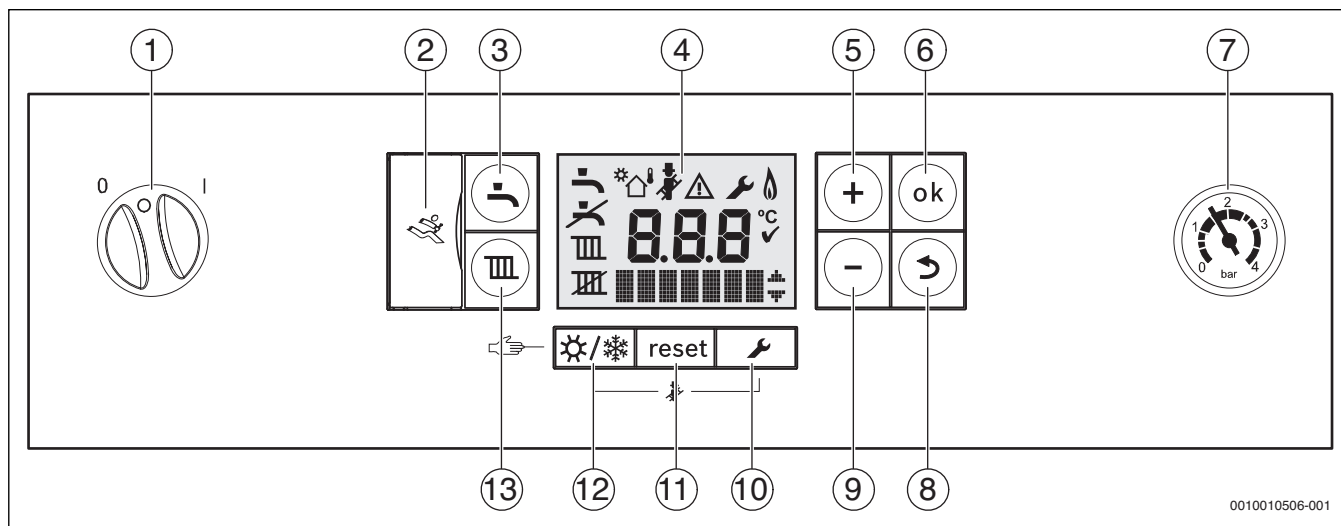

Bild 1 Bedienfeld bei geöffneter Bedienfeldblende
- Gerät am Schalter Ein/Aus (→ Bild 1) einschalten.
- Gerät am Schalter Ein/Aus (→ Bild 1) ausschalten.
Tab. 1 Symbole im Display (→ Bild 1)